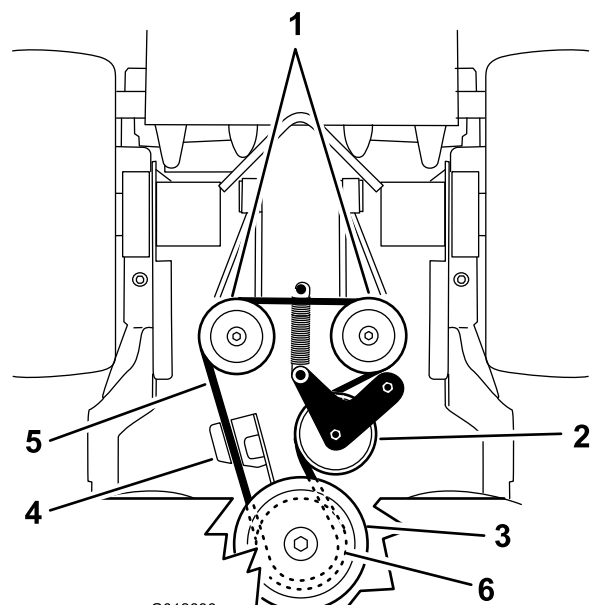

Bild 67
6. Nehmen Sie den Treibriemen der Pumpe ab (Bild 67).
8. Haken Sie die Feder wieder im Motorchassis ein (Bild 67).
5. Lösen Sie die Feder vom Motorchassis (Bild 67).